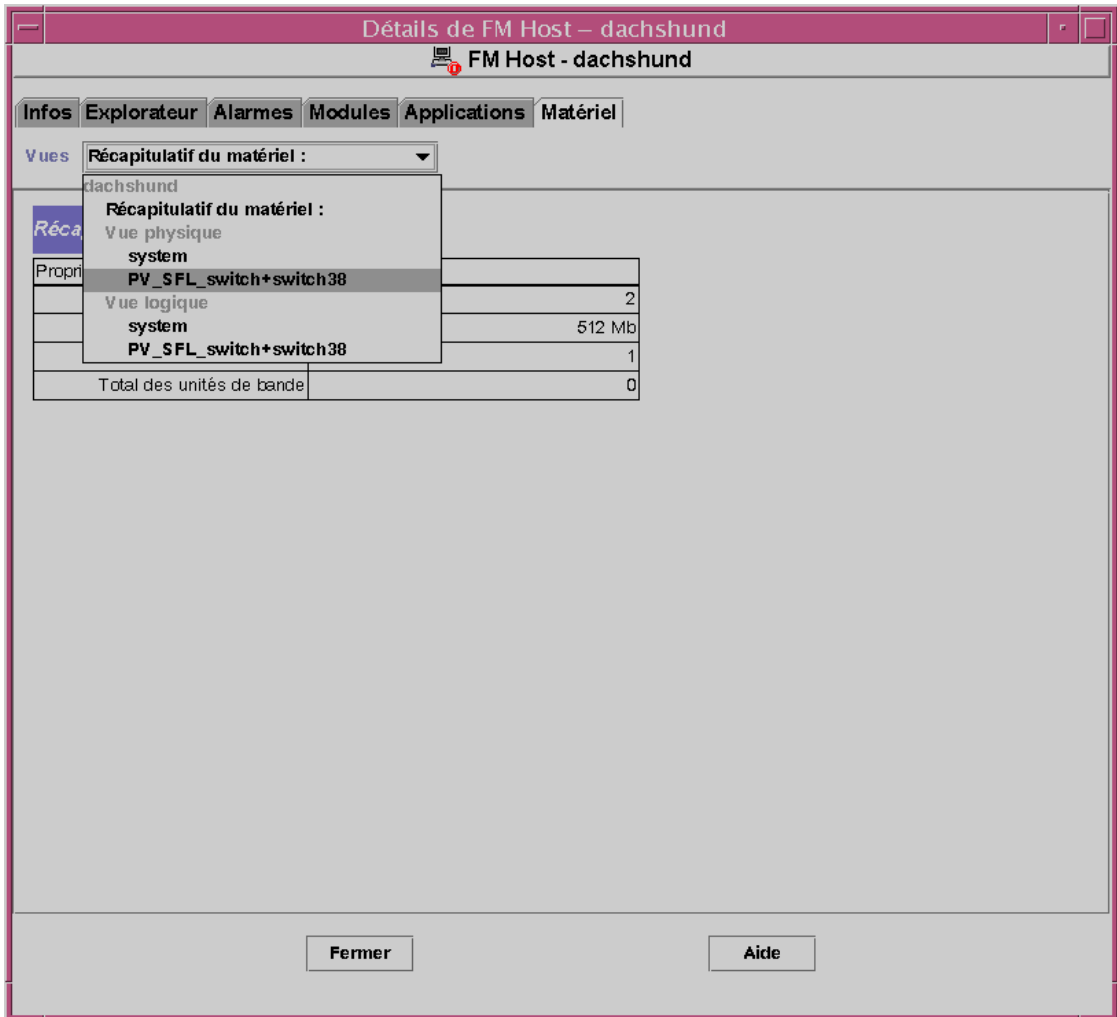

FIGURE 9-13 Liste Récapitulatif du matériel des composants dans la fenêtre Détails - Matériel
2. Dans le menu déroulant Vues, sélectionnez un éléments sous, au choix, Vue physique ou Vue logique. Reportez-vous à la FIGURE 9-13.